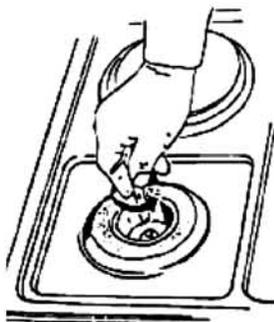

Figure 3
a) Changement des injecteurs de brûleurs du plan de cuisson (Fig. 3)